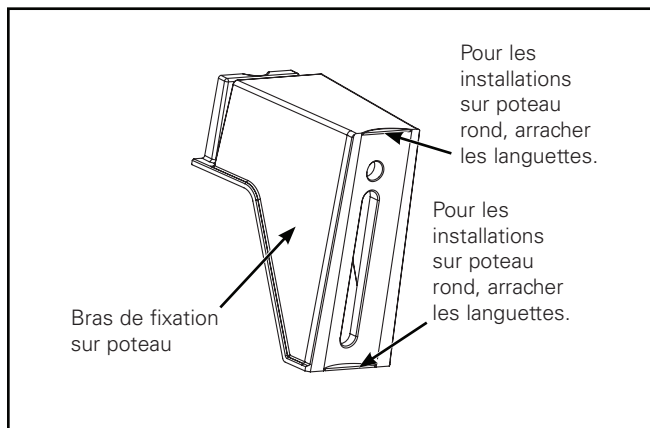
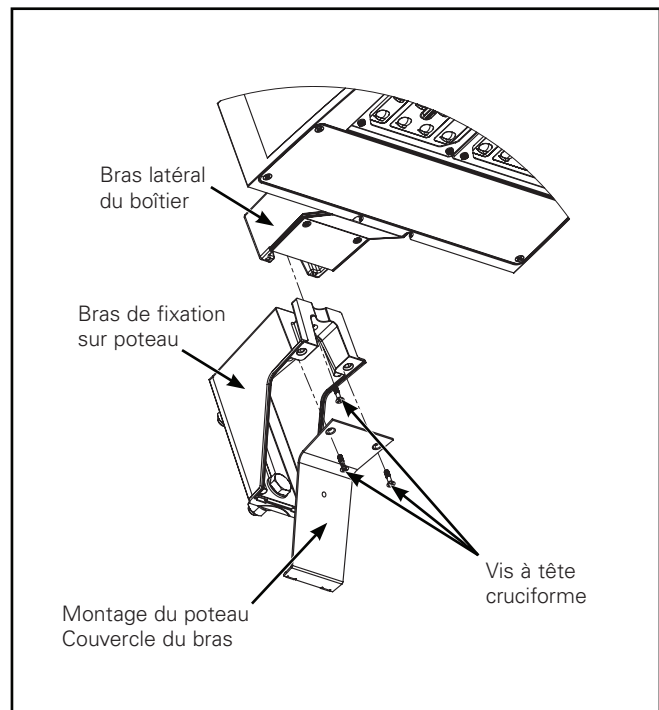

Figure 2.
Figure 4.
(Figure 2 à Figure 4)**
1. Le bras de fixation sur poteau est conçu pour un poteau carré ou rond. L'installation sur poteau rond nécessitera le retrait des languettes du bras de fixation (Figure 2). Saisir la languette avec des pinces et l'arracher.
3. Plier le fil du luminaire fermement contre le bras de fixation tout en glissant le bras latéral du boîtier du luminaire dans le bras de fixation sur poteau (Figure 4). Serrer ensuite la vis hexagonale du centre à 2,3 Nm (20 po-lb).
5. Installer le couvercle du bras et serrer les vis hexagonales à 2,3 Nm (20 po-lb) (Figure 4).